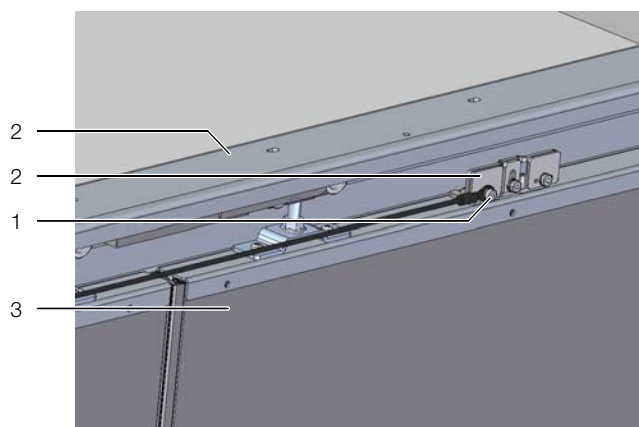

Рис. 42: Крепление конца троса на толкателе двери 1
■ Для этого необходимо отвинтить передний винт толкателя двери 1. Поднести конец троса с петлей к фланцу и надеть петлю на винт толкателя, после чего снова ввернуть винт в толкатель (рис. 42). При этом обратить внимание не то, чтобы трос не касался фланцев и роликовых аппаратов!